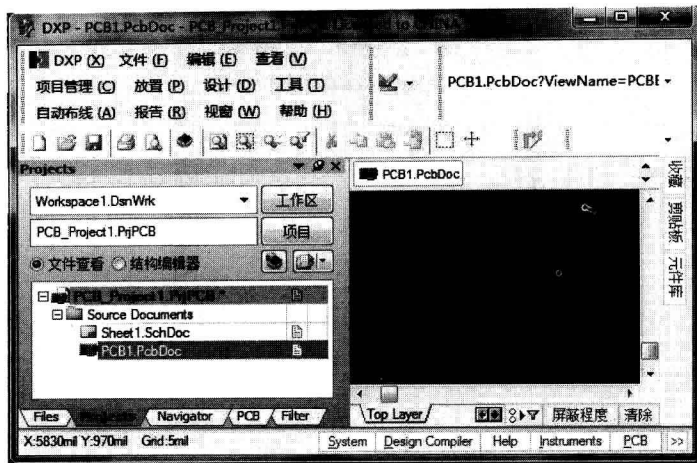

图 1.12 创建 PCB 文件
③ 执行“文件”|“创建”|“PCB 文件”命令,新建一个 PCB 文件,默认名为 PCB1.PcbDoc,如图 1.12 所示。